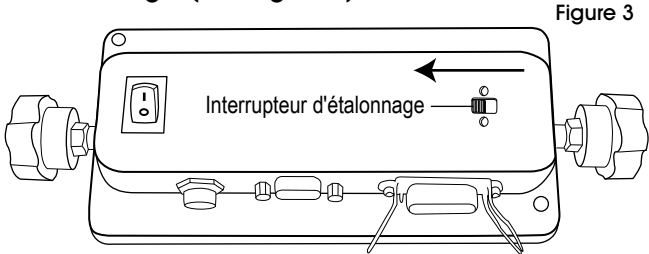

Figure 3
2. Faites glisser l'interrupteur d'étalonnage vers l'interrupteur marche/arrêt pour passer en mode d'étalonnage. (Voir Figure 3)